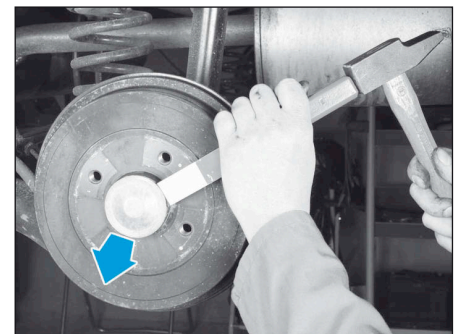

FIG.10
- Déposer le capuchon du moyeu (Fig.10).